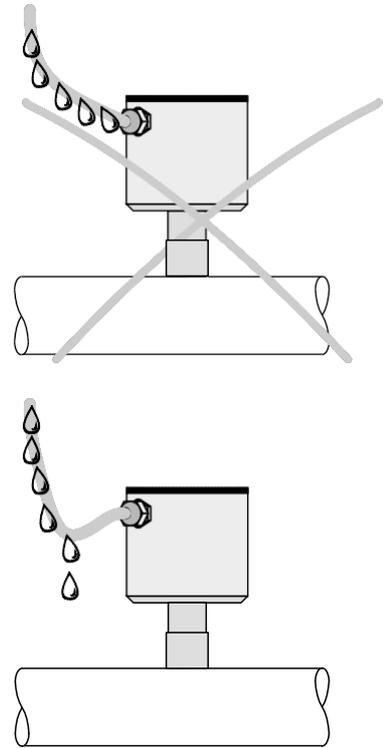

图 3
- 4) 使线缆通过橡胶密封进入如图 3 所示的电子装置外壳内，以防潮气侵入。